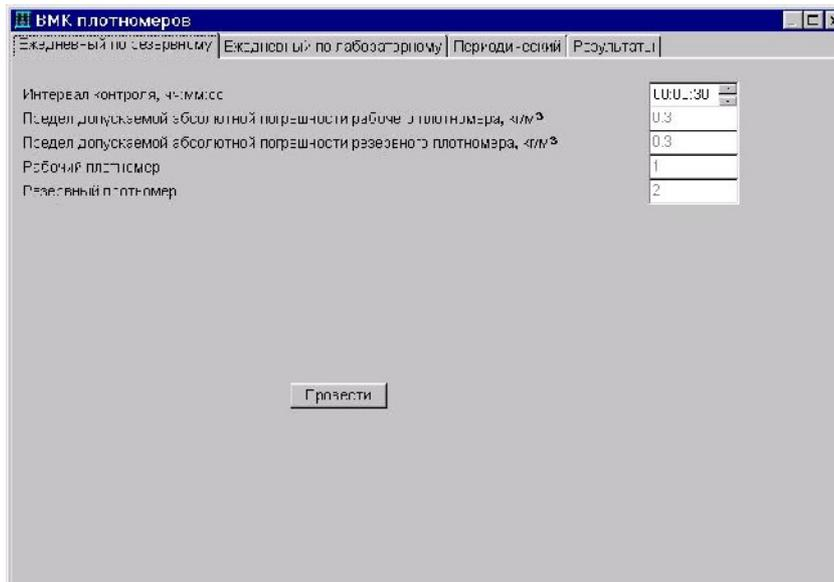

Рис. 21
3.5.10.1 Нажатием кнопки **ВМК плотномеров** вызывается одноименное окно (Рис. 21).